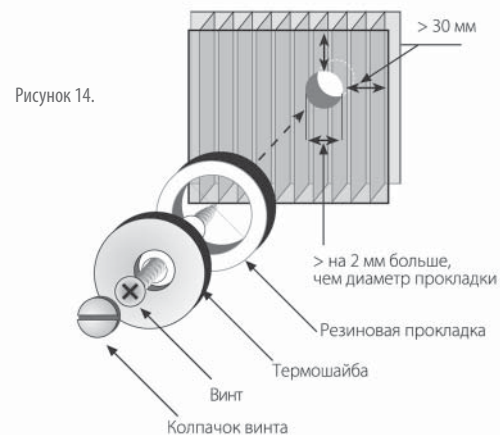

Рисунок 14.
7. Термошайба. Лучшего эффекта можно достичь, крепя лист с помощью термошайбы (специальная поликарбонатная заглушка, куда крепится винт). Использование термошайб подходит для всех типов листов от 4-25 мм, которые отличаются друг от друга длиной рукава. Благодаря термическому расширению рукав препятствует сдвигу винта. В этом и заключается преимущество термошайбы. Отверстие под винт закрывается специальным колпачком, что предохраняет от возможного проникновения воды и грязи во внутреннее пространство листа (Рисунок 14).